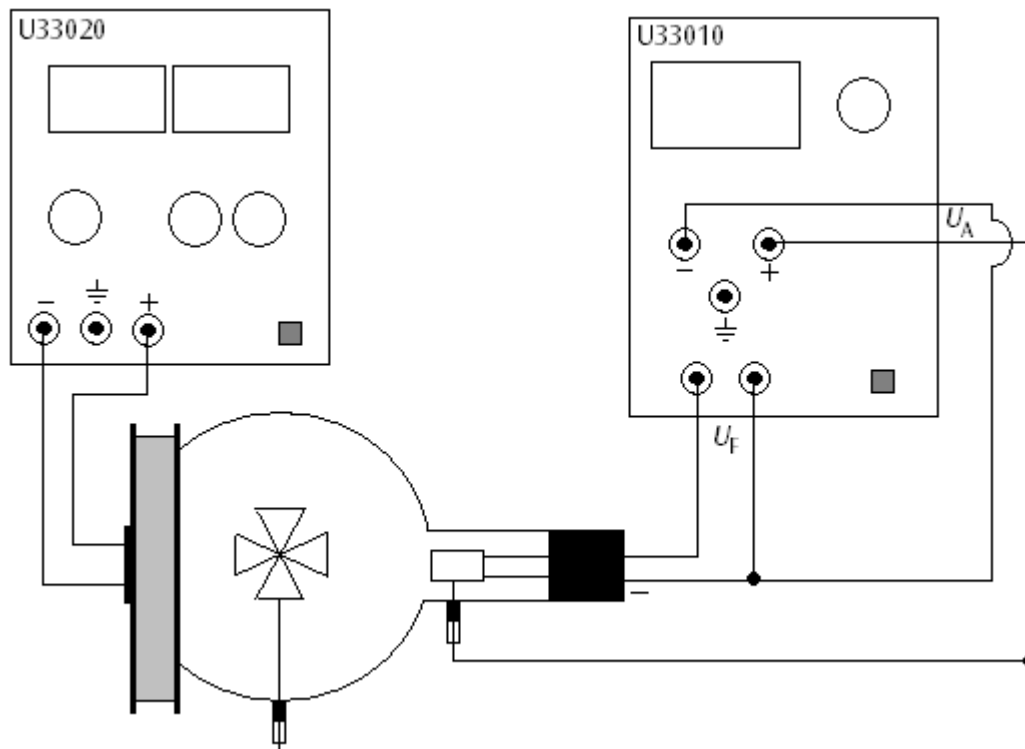

Fig.3 Einführung in die Elektronenoptik
- Schaltung gemäß Fig. 3 vornehmen. Dabei den Minuspol der Anodenspannung an die mit Minus gekennzeichnete 4-mm-Buchse am Röhrenhals anschließen.